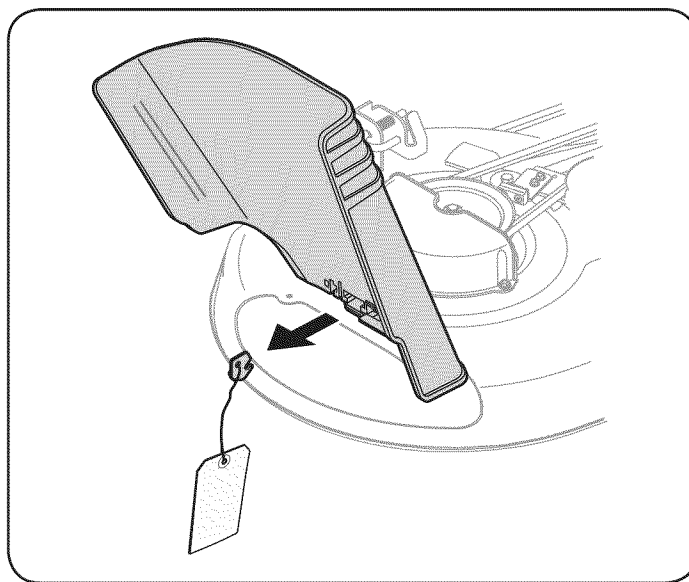

Figure 29
- Busque la llave de envío, si existe, y la etiqueta de advertencia que acompaña a encontrarse en el lado derecho de la cortadora de césped, entre la tolva de descarga y la plataforma de corte. Véase la Figure 29.